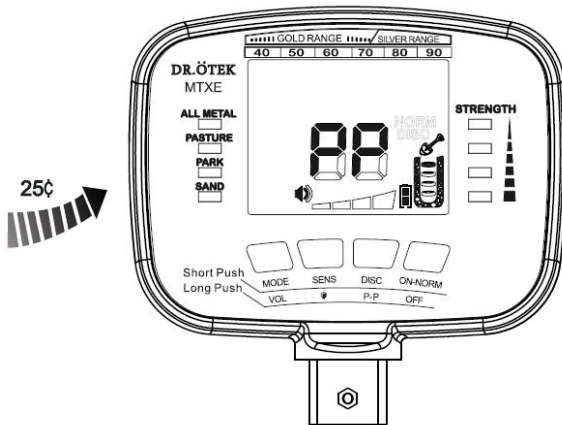

Abb. 17
b) Nehmen Sie eine Silbermünze und bewegen Sie diese langsam näher an die Sonde heran. Bei etwa 18-20 cm leuchtet die erste Signalstärke-LED auf und der Ton wird lauter. Bewegen Sie die Silbermünze näher an die Sonde heran und alle vier Signalstärken-LED leuchten auf und der Ton wird lauter. Die Tiefenanzeige zeigt an, dass die Tiefe geringer wird, bis nur noch eine Stufe sichtbar ist, was anzeigt, dass sich die Mitte der Sonde dem Metall angenähert hat (siehe Abb. 17).